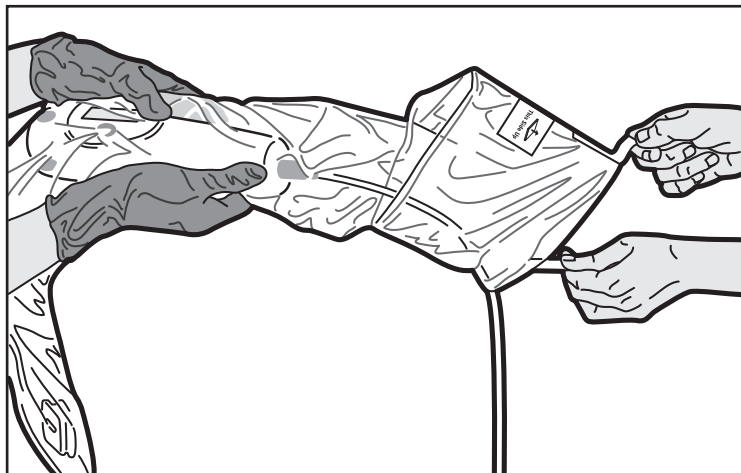

Figura 5. Dispiegamento del sacchetto
6. L'operatore in campo sterile afferra quindi l'unità di azionamento MDU5 PLUS con il rivestimento posizionato. L'operatore in campo non sterile afferra e tira le linguette, fino allo svolgimento completo del sacchetto (Figura 5).